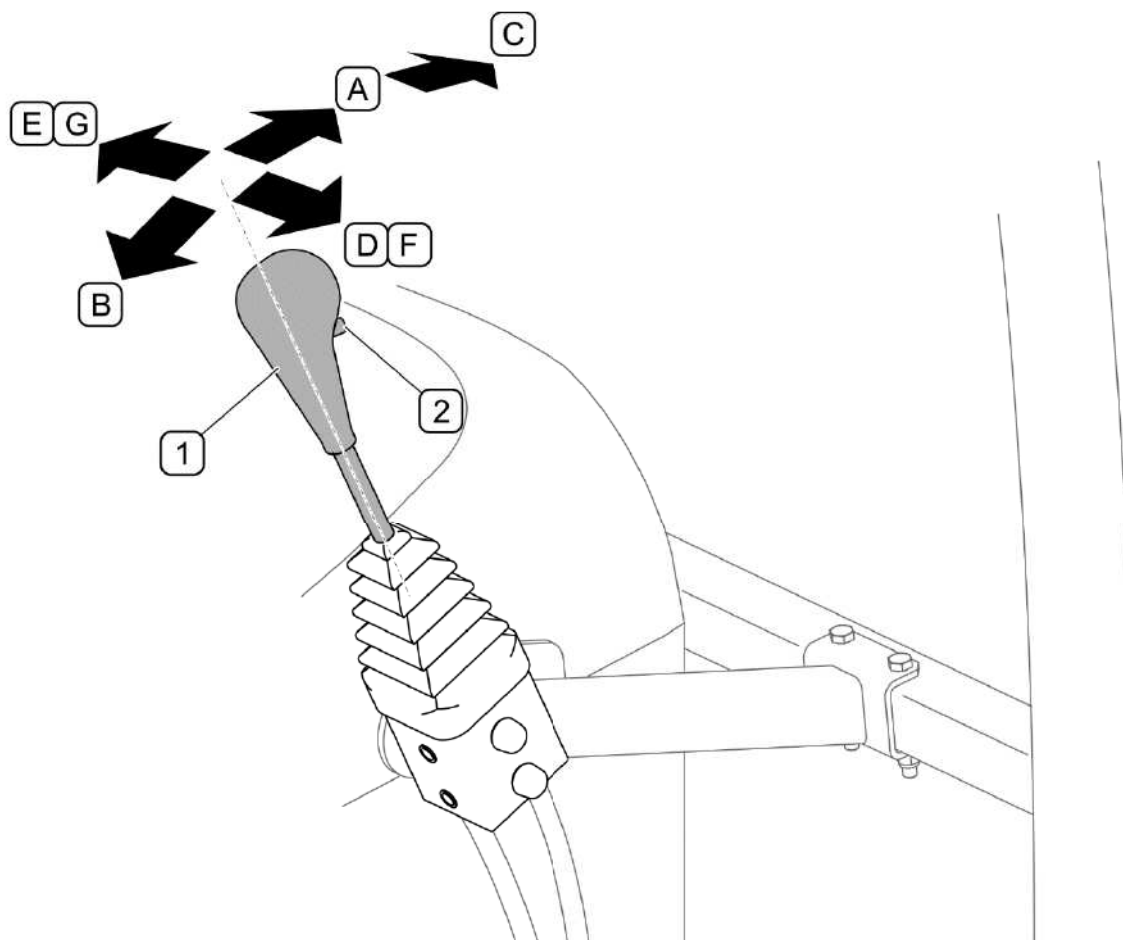

РИСУНОК 4.13 Рычаг управления погрузчиком
Положение (F) и (G) (РИСУНОК 4.13) используется в том случае, если рабочий орган оснащен гидравлической системой (напр. навозные вилы с захватом, захват рулонов, рузчик силоса и т.п.), присоединенной спереди к быстроразъемным соединениям стрелы. Для того, чтобы открыть рабочий орган, необходимо перевести рычаг в крайнее правое положение и дополнительно нажать на кнопку (2) на рукоятке рычага.